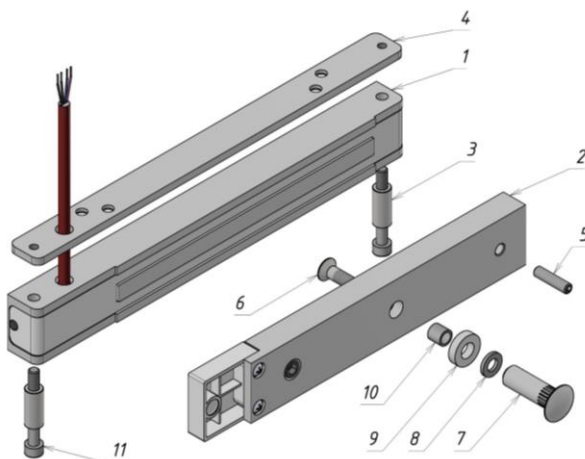

Рисунок 1 – Комплект поставки замка ALM-200P
3.1 Комплект поставки (рисунок 1):
- корпус 200P (1) - 1 шт.
- якорь 200P (2) - 1 шт.
- втулка 200P (3) - 2 шт.
- планка резьбовая 200P (4) - 1 шт.
- 150-400 F – комплект крепления якоря: штифт (5), винт М6х35 (6), втулка (7), шайба (8), кольцо уплотнительное (9), втулка проходная (10)
- винт М5х40 (11) - 2 шт.